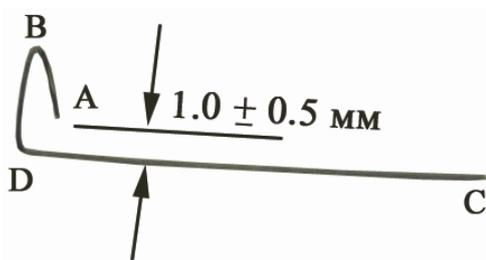

Рис. 1-13
11. Выньте проволоку из капилляра. Угол BDC (см. Рис. 1-13) должен быть в пределах 90 ± 5 градусов. Ширина зазора должна быть не меньше 1.0 ± 0.5 мм. При слишком узком зазоре работа датчика может быть нестабильной;